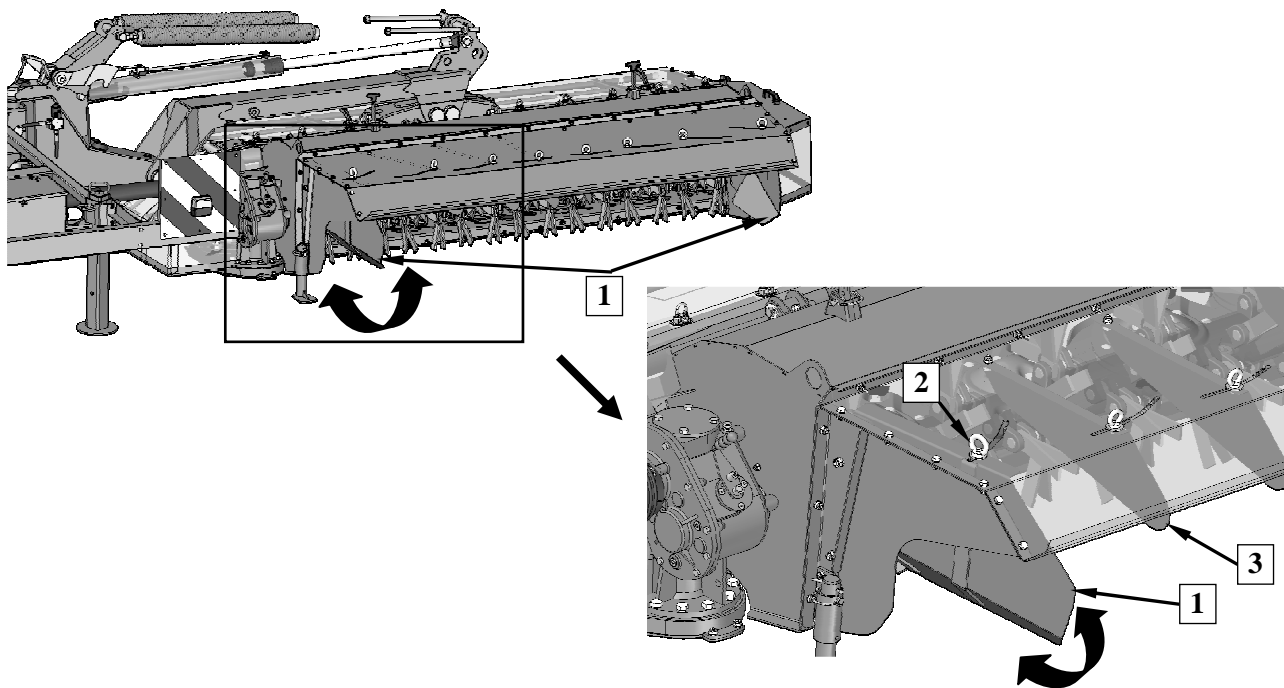

Abb. 32. Regulierung der Schwadformer: 1-Schwadformer, 2-Regelschraube, 3- Schwadlenker
Um die Schwadbreite einzustellen, sollte die Regulierung der Schwadformer (1) durchgeführt werden (**Abb. 32**) (Betreff: KDD 861 S (H), KDD 941 S (H), KDD 860 S (H) und KDD 940 S (H), KDD 861 S T (H), KDD 941 S T (H), KDD 860 S T(H) und KDD 940 S T (H)):
- ❑ Schraube mit Auge (2) des Schwadformers lockern,
- ❑ den Schwadformer (1) je nach Bedarf einstellen,
- ❑ Schraube zudrehen (2), die gleichmäßige Auslegung des Schwadens kann man mit Lenkern einstellen (3), analog wie man die Schwadformer regelt.